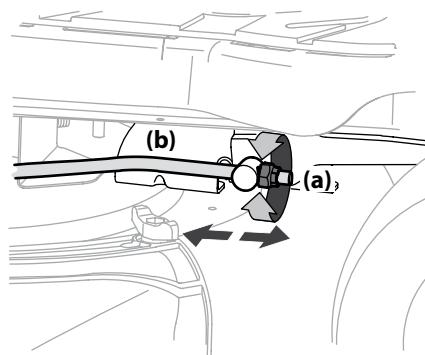

Figura 4-7
3. Ubique la tuerca de seguridad con brida (a) en el extremo frontal de la varilla de elevación de la PTO (b). Consulte la Figura 4-7.